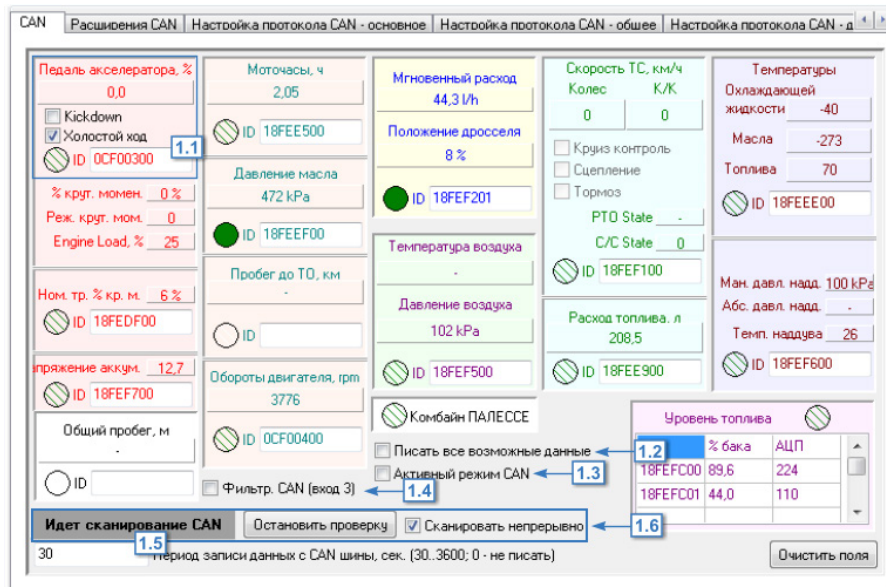

Рис.40. Вкладка «CAN».
- в поле «ID» (Рис.40, п. 1.1) задать идентификатор записи. Если идентификатор записи CAN не задан, то прибор не будет записывать эту запись.
- для того чтобы в память прибора записывались все данные, полученные с шины CAN транспортного средства, включить опцию «Писать все возможные данные» (Рис.40, п. 1.2).
- при необходимости включить опцию «Активный режим CAN» (Рис.40, п. 1.3). В активном режиме прибор постоянно запрашивает данные из шины.
- для того чтобы использовать цифровой вход 3 для фильтрации оборотов двигателя, разрешить опцию «Фильтрация CAN (вход 3)» (Рис.40, п. 1.4). Если опция включена, то при получении показаний оборотов двигателя с шины CAN, вход 3 прибора переключится в активное состояние. В этом случае активное состояние входа 3 может использоваться для фильтрации данных для подсчета времени работы двигателя в диспетчерской программе.
- в поле «Период записи данных с CAN шины» (Рис.40, п.1.5) задать интервал времени, с которым данные с шины CAN будут записываться в память прибора. Диапазон значение 30...3600, 0 – не писать данные CAN.
- Для проверки работоспособности шины CAN прибора «АвтоГРАФ», необходимо подключить прибор к шине CAN транспортного средства и запустить сканирование, нажав кнопку «Начать проверку» в конфигураторе (Рис.40, п. 1.6).